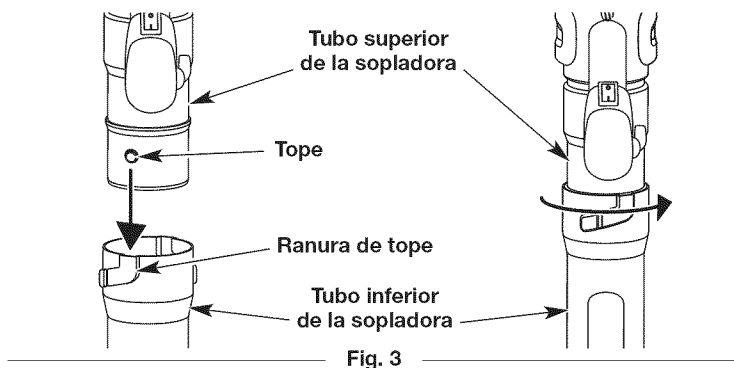

Fig. 3
1. Alinee el tope del tubo superior de la sopladora con la ranura del tope en el tubo inferior de la sopladora (Fig. 3).
2. Inserte el tubo superior de la sopladora en el tubo inferior de la misma (Fig. 3).
3. Mientras sostiene el tubo superior de la sopladora, gire su tubo inferior hacia la derecha hasta que trabe en su sitio (Fig. 3).